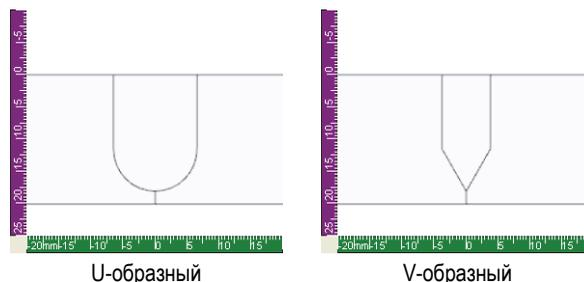

Рис. 8-6 Типы горячего прохода
- **Hot pass** (Горячий проход): Зона непосредственно под заполняющим слоем шва. Данная зона допускает второй проход во время сварки. Горячий проход может иметь два типа скоса кромок (см. Рис. 8-6 на стр. 85):